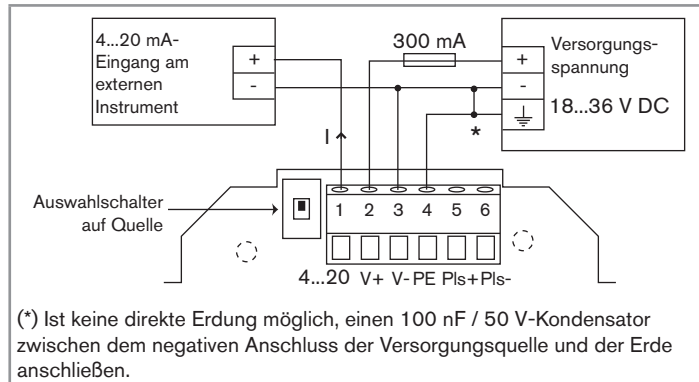
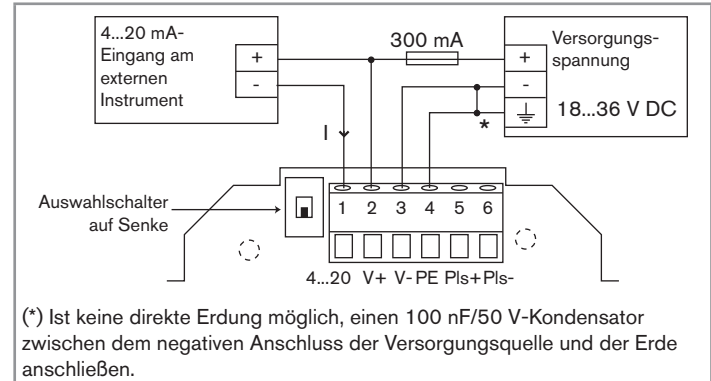

Bild 17: Anschluss des Stromausgangs als Quelle
Bild 18: Anschluss des Stromausgangs als Senke
- Auswahlschalter der Elektronikplatine auf Quelle oder Senke stellen (siehe Bild 17 oder Bild 18).
- 4...20 mA-Ausgang als Quelle (siehe Bild 17) oder als Senke (siehe Bild 18) anschließen.
- Erdung durchführen (siehe Bild 17 oder Bild 18).